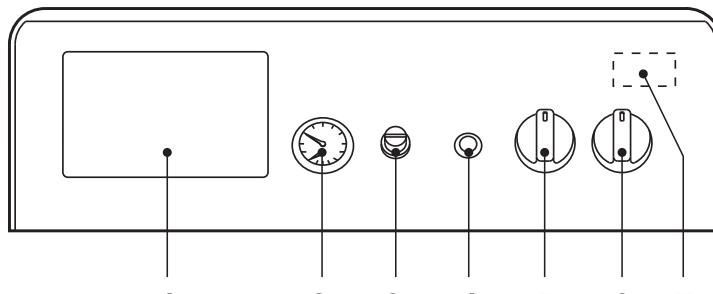
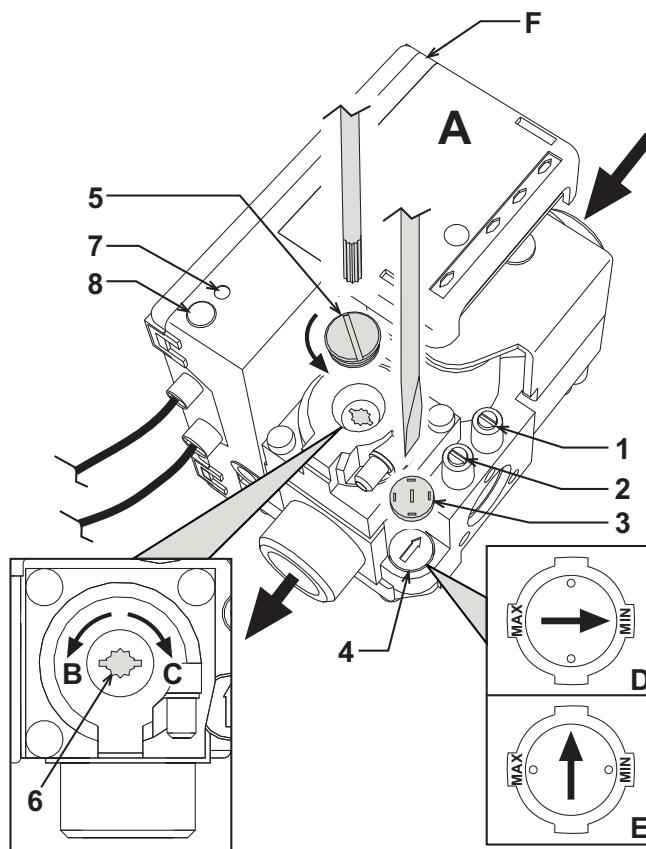

fig. 1 - Panel de mandos
fig. 3 - Regulación de la presión
- Poner el interruptor general "6" en la posición 1 (fig. 1).
- En caso de que la caldera esté equipada con una centralita electrónica termostática, montada en la posición 1 de fig. 1, el usuario deberá considerar también las instrucciones proporcionadas por el fabricante de la misma.
Si se gira el mando 5 de fig. 1 en el sentido de las agujas del reloj, la temperatura del agua de calefacción aumenta; en sentido contrario a las agujas del reloj, disminuye. La temperatura puede regularse entre 30 °C y 90 °C. Se aconseja no hacer funcionar la caldera a menos de 45 °C.
Mediante el termostato de ambiente, programar la temperatura que se desee tener en el interior de la vivienda. Controlada por el termostato de ambiente, la caldera se enciende y calienta el agua a la temperatura fijada con el termostato 5 de fig. 1. Cuando se alcanza la temperatura ambiente deseada, el generador se apaga.
La presión de carga con la instalación fría, leída en el hidrómetro de la caldera 2 de fig. 1, tiene que estar alrededor 1,0 bar. Si la presión de la instalación disminuye durante el funcionamiento (a causa de la evaporación de los gases disueltos en el agua) por debajo del valor citado, el usuario ha de restablecer el valor inicial mediante la llave de llenado. Al finalizar la operación, cerrar siempre la llave de llenado.
Conectar un manómetro a la toma de presión 2 (fig. 3), situada después de la válvula del gas, y poner el mando del termostato de la caldera (5 - fig. 1) en el valor máximo.
Tras quitar el tapón de protección 5 (fig. 3), regular la presión del gas en el quemador mediante el tornillo 6 según el valor deseado (véase la tabla de datos técnicos y los diagramas de variación de potencia en el cap. 5).
- Quitar de la válvula del gas el pequeño capuchón de protección (3 (fig. 3). Con un pequeño destornillador, regular el STEP de encendido para el gas deseado (**G20-G25** posición Dfig. 3 o **G30-G31** posición E fig. 3) y colocar nuevamente el capuchón.